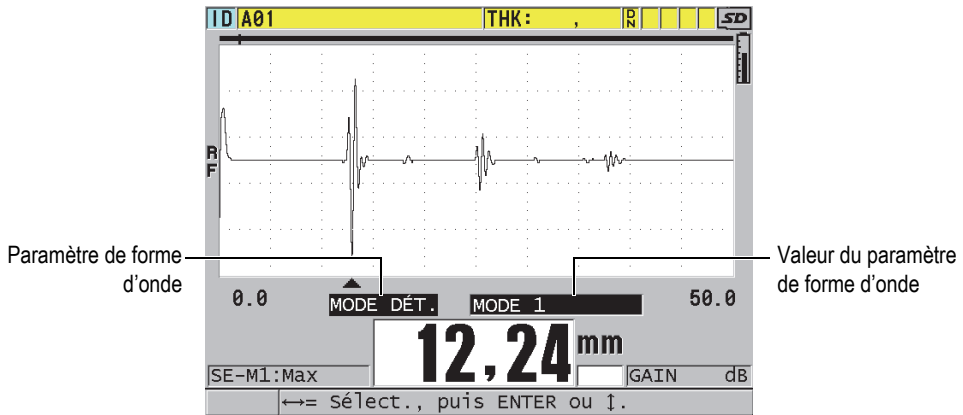

Figure 13-2 Réglage des paramètres de formes d'ondes
2. À partir de l'écran de mesure, appuyez sur la touche **[WAVE ADJ]**. Le paramètre de réglage des formes d'ondes apparaît au-dessus de la mesure d'épaisseur sur l'écran de mesure (Figure 13-2 à la page 259).